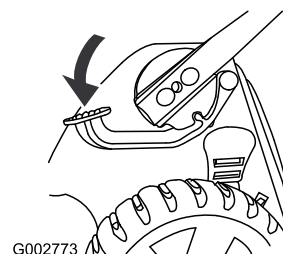

Figure 48
1. Appuyez sur la pédale et maintenez-la enfoncée (Figure 48).